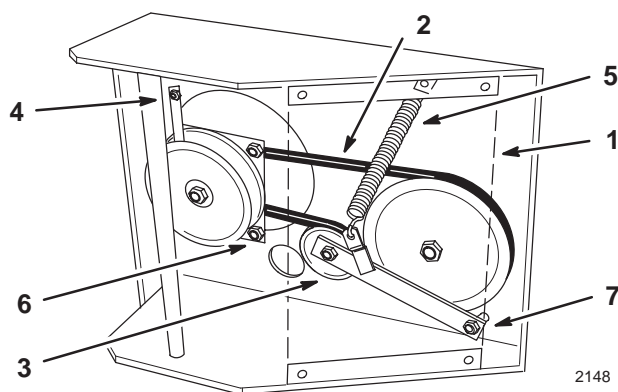

Figure 36
1. Soulevez l'avant de la machine sur des chandelles. Retirez les (4) boulons inférieurs de la protection inférieure.
2. Déposez la protection inférieure (Fig. 36).
4. Retirez le boulon de support du moteur avant gauche qui fixe le dispositif de retenue de l'embrayage au bâti (Fig. 36). Décrochez le dispositif de retenue de l'embrayage et déposez-le.
5. Décrochez le ressort de tension sur le côté du bâti (Fig. 36).
8. Serrez le boulon de pivot à 47-54 Nm. Montez le ressort de tension entre le bras de tension et la patte du bâti (Fig. 36).